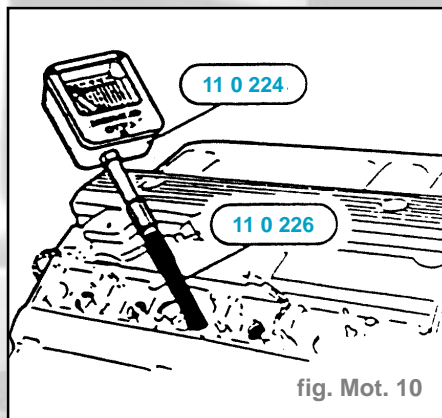

fig. Mot. 10
- Visser à la main l'outil spécial 11 0 226 dans le taraudage pour la bougie et raccorder l'appareil de contrôle de la compression : outil spécial 11 0 224 (fig. Mot 10).